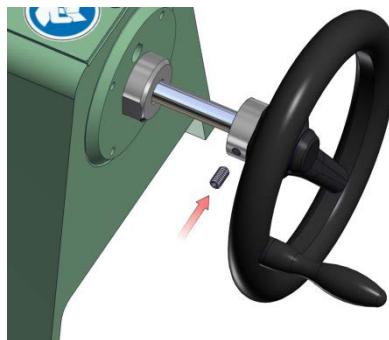

Abbildung 4.9.7
7. Montieren die Stellschraube des Drehhebels an der Spindelwelle (Pos. 3, Abbildung 7.5) in der richtigen Position (Gewindeloch, in dem sich die Stellschraube der Drehschraube vorher befand). Siehe nachfolgende Abbildung 4.9.7